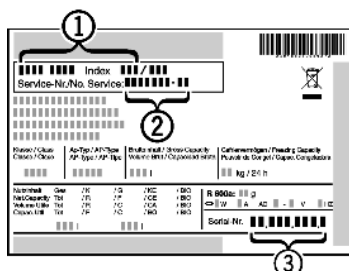

Fig. 17
- ▶ Denominación del aparato Fig. 17 (1), nº del servicio técnico Fig. 17 (2) y nº de serie Fig. 17 (3) en la placa de identificación. La placa de identificación se encuentra en la parte interior izquierda del aparato.
- ▶ Informe al servicio postventa e indique el fallo, la denominación del aparato Fig. 17 (1), el nº del servicio técnico Fig. 17 (2) y el nº de serie Fig. 17 (3).